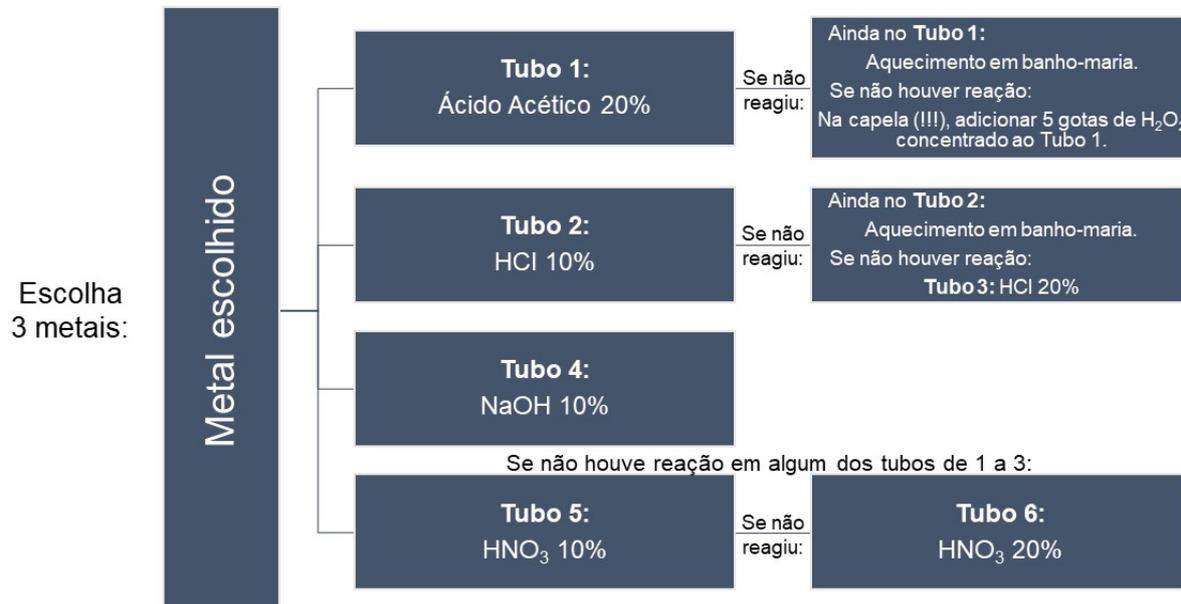

Figura 9.1 – Fluxograma que resume o processo do Experimento 9.
2. Lave e separe inicialmente 4 tubos de ensaio, assegurando que estejam sem excesso de água. Em cada tubo, adicione um pequeno pedaço ou uma ponta de espátula do primeiro metal selecionado para testar a sequência de reações descrita abaixo. Consulte o fluxograma da Figura 9.1 para obter uma compreensão mais detalhada da sequência de testes que será realizada.